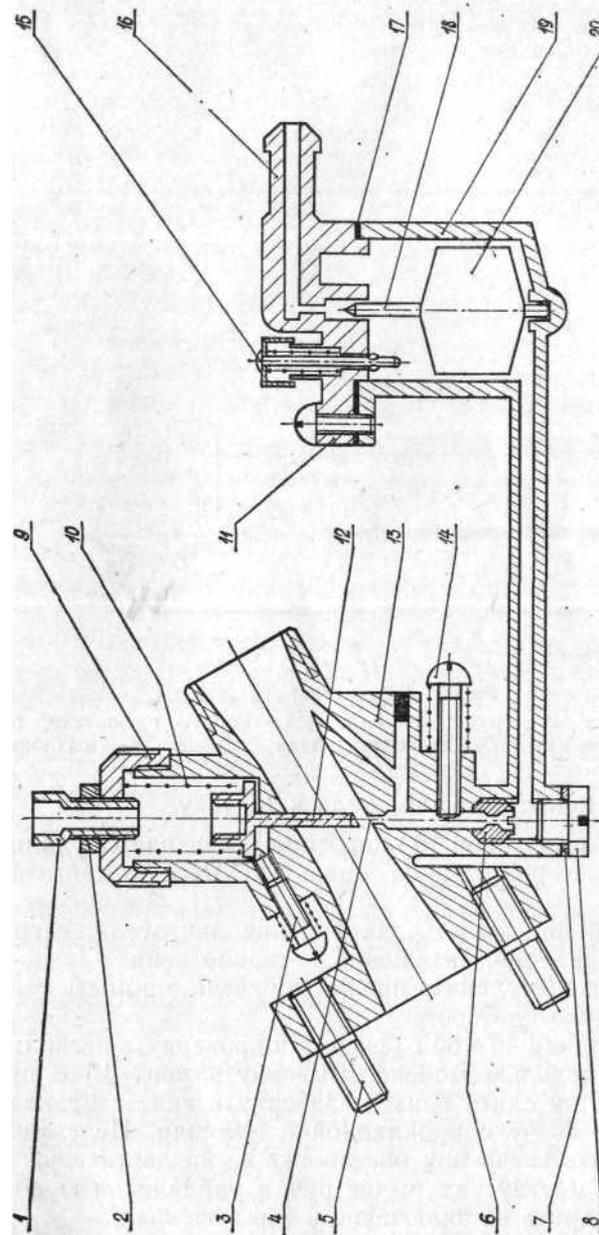

Рис. 6. Схема карбюратора К34Б:
Втулка 1 имеет продольный паз 10, а втулка 2—винтовой паз 9, между которыми находится ползунок 3, соединенный с гибким тросом и дросселем 12 карбюратора (рис. 6).
Карбюратор (рис. 6) состоит из корпуса 13, крышки поплавковой камеры 11, поплавка 20 с иглой 18, дросселя 12 и жиклера 6. Топливо из бака через фильтр топливного крана по топливопроводу поступает самотеком к штуцеру крышки 16 и заполняет поплавковую камеру.
5. При положении ручки управления дросселем карбюратора на себя до упора проверить полное открытие диффузора карбюратора, для чего снять воздухоочиститель. При необходимости отрегулировать винтом 1 (рис. 6).
3. При запуске холодного двигателя следует нажать на кнопку утешителя 15 (рис. 6) до полного заполнения поплавковой камеры (топливо должно показаться из-под колпачка утолителя). При запуске прогретого двигателя нажимать на кнопку утолителя не надо.
Если двигатель глохнет, вернуть винт 3 (рис. 6) на 1 + 2 оборота. При повышенных оборотах холостого хода **вывернуть винт 3** на 1--2 оборота.